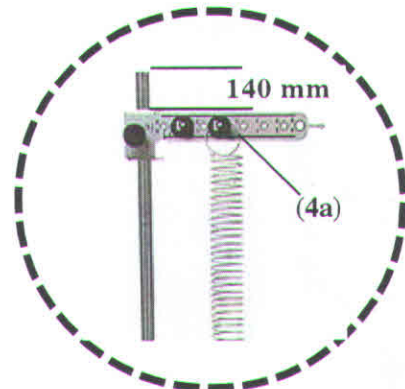

Figura 6
- Estenda a mola de prova (8) verticalmente e prenda sua extremidade livre entre os discos (4a).
Mantenha o alinhador com mufa (4) a aproximadamente 140 mm da extremidade da haste - **Figura 6**.